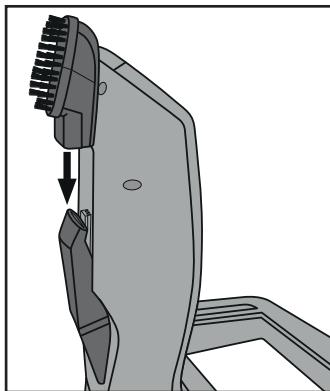

Fig. 5
- Emboîtez alors la buse à brosse 16 sur le support pour buse à brosse 21, de manière à ce que l'extrémité du suceur étroit 17 soit recouverte (fig. 5 et 6).